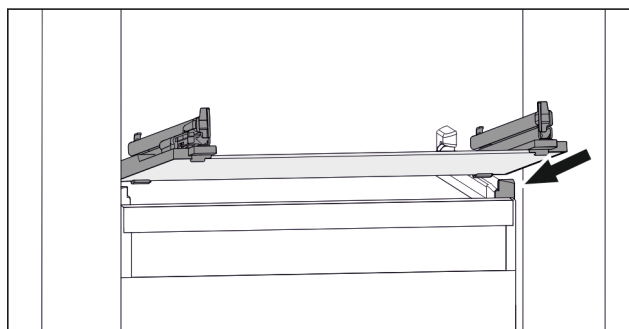

Fig. 75 Rappresentazione esemplificativa del ripiano in vetro
- ▶ Applicare il ripiano in vetro obliquamente dietro i fermi. (vedere Fig. 75)